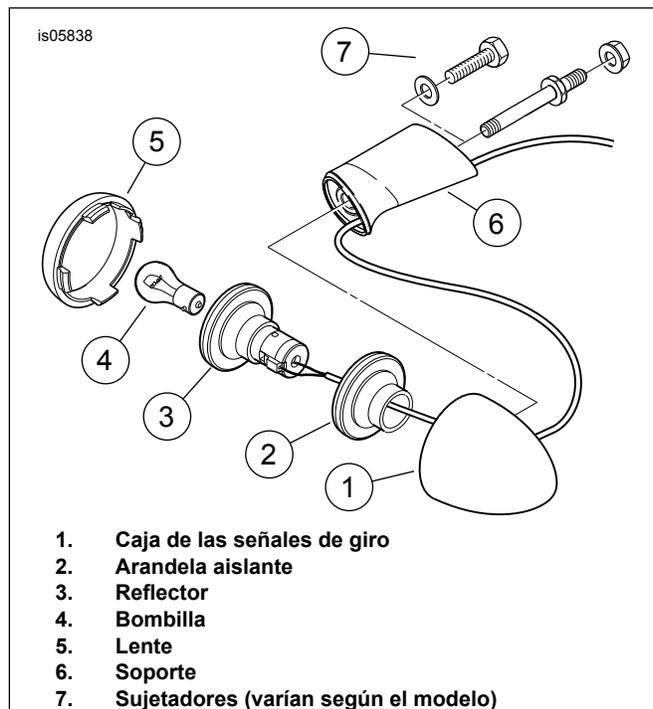

Figura 4. Señal de giro trasera (típica)
6. Vea Figura 4. Extraiga el lente (5) de una de las cajas de las señales de giro traseras (1).
3. Continúe sacando los cables de las señales de giro a través del agujero (7), mientras guía el reflector de la señal de giro (Figura 4, artículo 3) y la arandela aislante (2) dentro de la caja de las señales de giro.
4. Enrosque la caja de la señal de giro (1) en el extremo con rosca de la barra de las señales de giro teniendo cuidado de no torcer los cables. No ajuste demasiado la caja de la señal de giro a la barra.
5. Instale la bombilla (4) y los lentes (5). Si lo desea, marque el extremo del cable conductor nuevo de las señales de giro con la palabra "derecho" o "izquierdo" según corresponda. La señal de giro a la derecha tiene cables negro (BK) y marrón (BN). La señal de giro a la izquierda tiene cables negro (BK) y violeta (V).